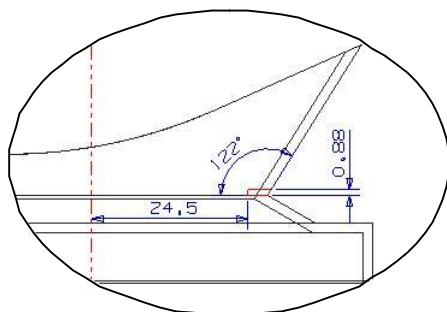

图4-30
25. 在【成形特征】工具条中单击【草图】按钮，弹出【基准平面】悬浮工具条，然后依次单击【ZC-XC】和【确定】按钮进入二维草图界面，绘制图 4-30 所示的草图轮廓。